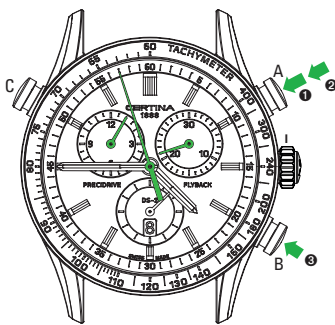

Abb. 3
**Ablesen der Zeit (gemäß Abb. 3)**